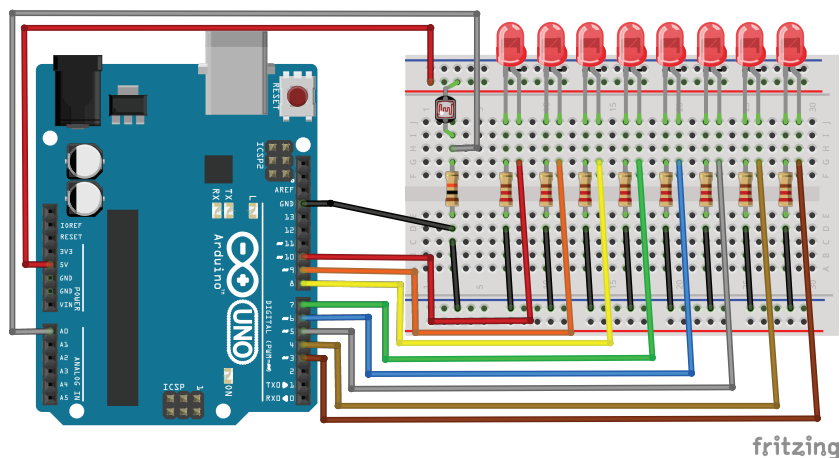

Рис. 13.3. Схема подключения фоторезистора и светодиодов к Arduino
Теперь создадим индикатор освещенности с помощью светодиода одного ряда из 8 светодиодов. Количество горящих светодиодов пропорционально текущей освещенности. Собираем светодиоды по схеме на рис. 13.3, используя ограничительные резисторы номиналом 220 Ом.
1. Подключаем фоторезистор и светодиоды по схеме на рис. 13.3.
3. Регулируем рукой освещенность фоторезистора и по количеству горящих светодиодов определяем текущий уровень освещенности (рис. 13.3).